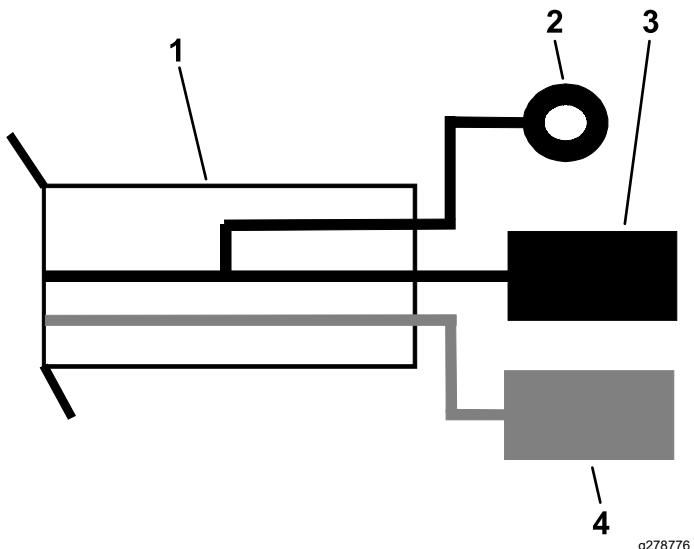

Figure 22
4. Placez la cosse à anneau noir sur le bloc de mise à la masse de la machine (Figure 22).
5. Placez le fil d'alimentation rouge dans un emplacement libre du porte-fusibles de la machine (Figure 22).